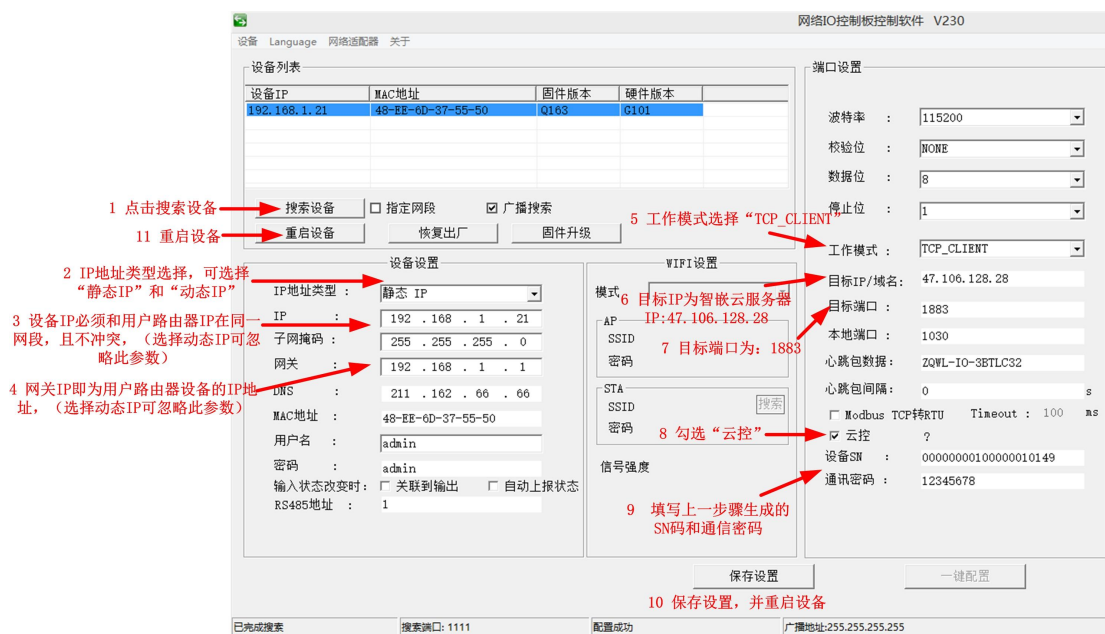

图 9.7 设备参数配置
打开“网络 IO 控制板配置软件”，按图 9.7 所示步骤进行配置。
- 2 IP 地址类型选择“动态 IP”时，图 9.7 中的第 3、4 步可不设置。